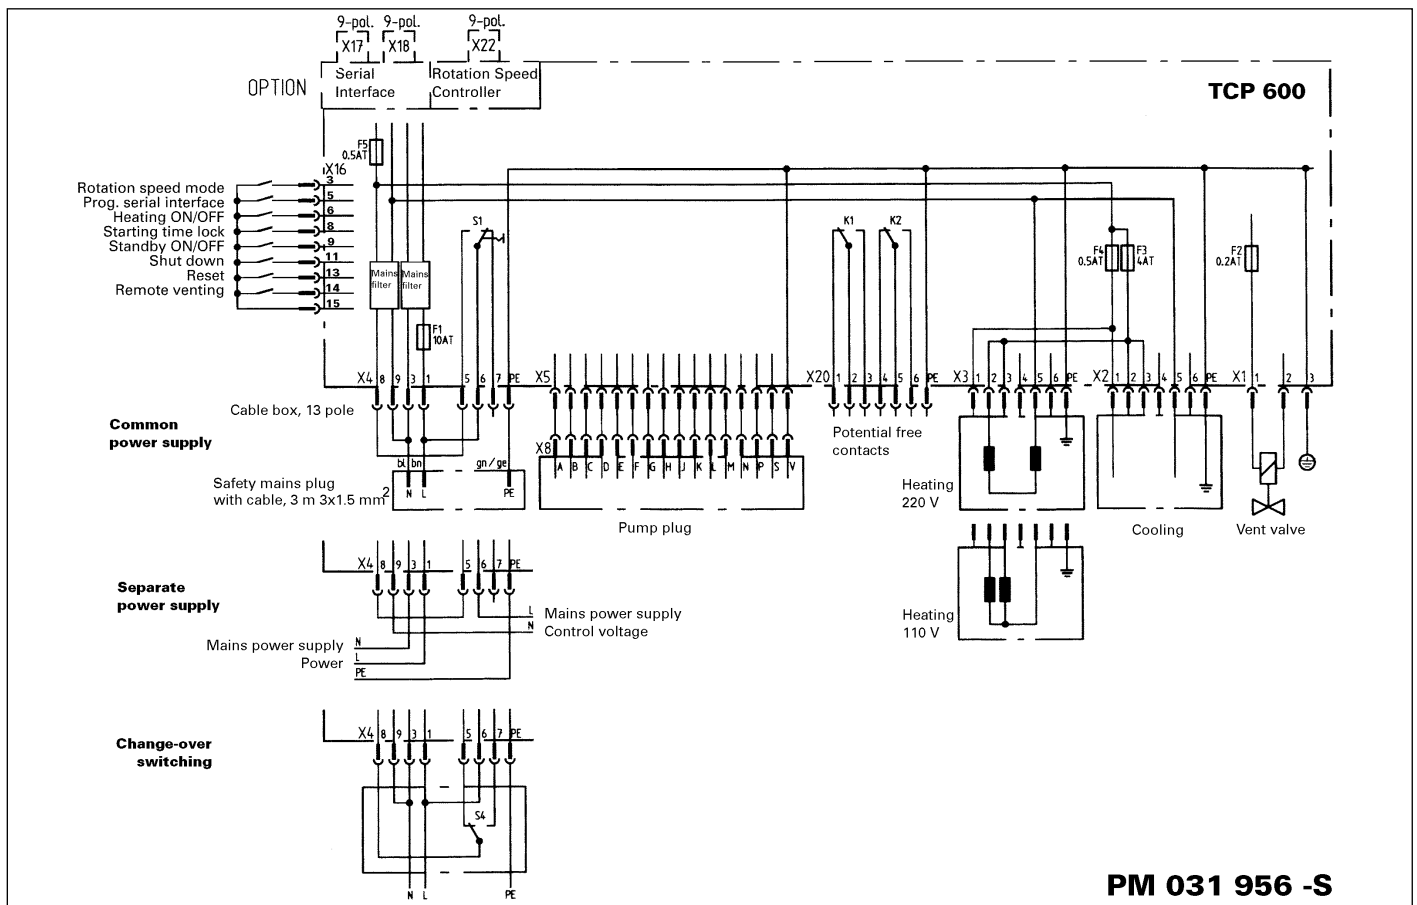
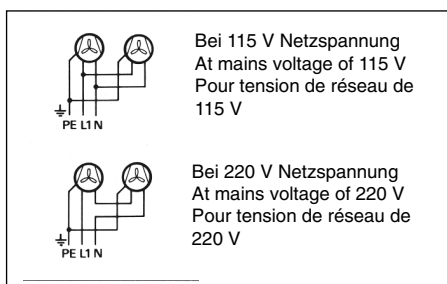

Fig. 5
Fig. 7
- Die Ventilatoren für TPH/TPU 330/510 werden an 115 V, 50/60 Hz und je nach Netzspannung nach Fig. 5/ Fig. 7 angeschlossen.
- The fans for the TPH/TPU 330/510 are designed to operate on 115 V, 50/60 Hz and, depending on the mains voltage, connected as per Fig.5/ Fig. 7.
- Les ventilateurs pour les TPH/TPU 330/510 seront raccordés à 115 V, 50/60 Hz et suivant la tension de réseau d'après Fig. 5/ Fig. 7.